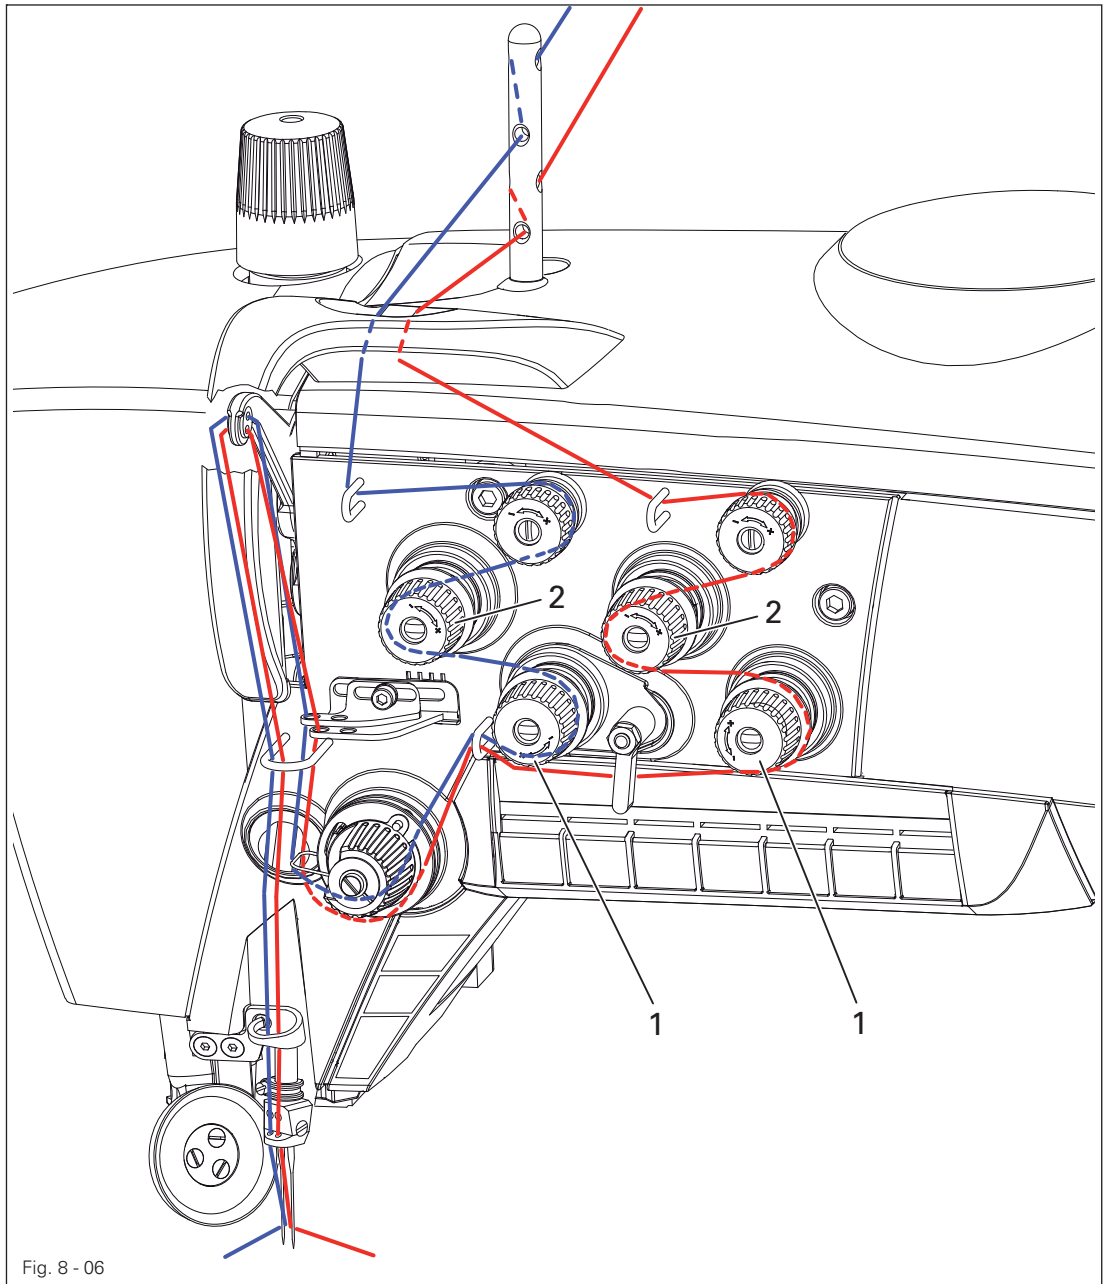

Fig. 8 - 06
- Enhebre el hilo superior conforme a la Fig. 8 - 05.
- Enhebre el hilo superior conforme a la Fig. 8 - 06.